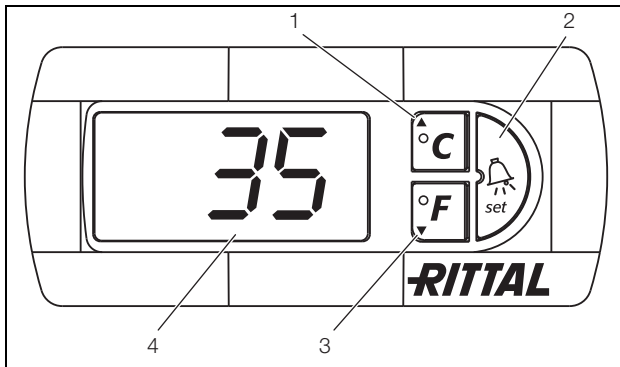

Abb. 19: e-Comfortcontroller
Der e-Comfortcontroller verfügt über eine 7-Segment-Anzeige (Abb. 19, Pos. 4). Auf ihr wird nach dem Einschalten der Stromversorgung zunächst für ca. 2 Sek. die aktuelle Softwareversion sowie der aktivierte Eco-Mode angezeigt. Danach eine voreingestellte Option (z. B. t10) bzw. die Temperatur.
Die Programmierung des Gerätes nehmen Sie über die Tasten 1 – 3 (Abb. 19) vor. Die Parameter dazu erscheinen ebenfalls in der Anzeige.
- Drücken Sie gleichzeitig die Tasten 1 und 2 (Abb. 19) für min. 5 Sek.
Mit den Tasten 1, 2 und 3 (Abb. 19) können Sie 24 Parameter innerhalb der vorgegebenen Bereiche (Min.-Wert, Max.-Wert) verändern.